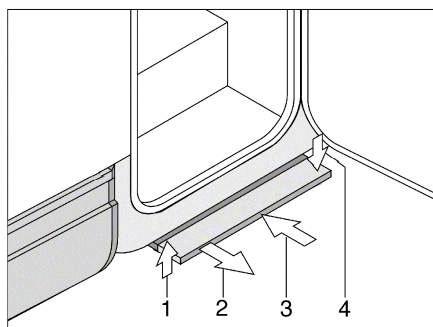

Fig. 6 Escalón de entrada operable eléctricamente
**Extraer:** ■ Tirar del escalón de entrada hacia delante (Fig. 6,2) hasta que encastre.
**Insertar:** ■ Levantar ligeramente el escalón de entrada (Fig. 6,1).
■ Insertar el escalón de entrada hasta el tope por debajo del piso del vehículo (Fig. 6,3). Prestar atención a que encastre el escalón de entrada (Fig. 6,4).